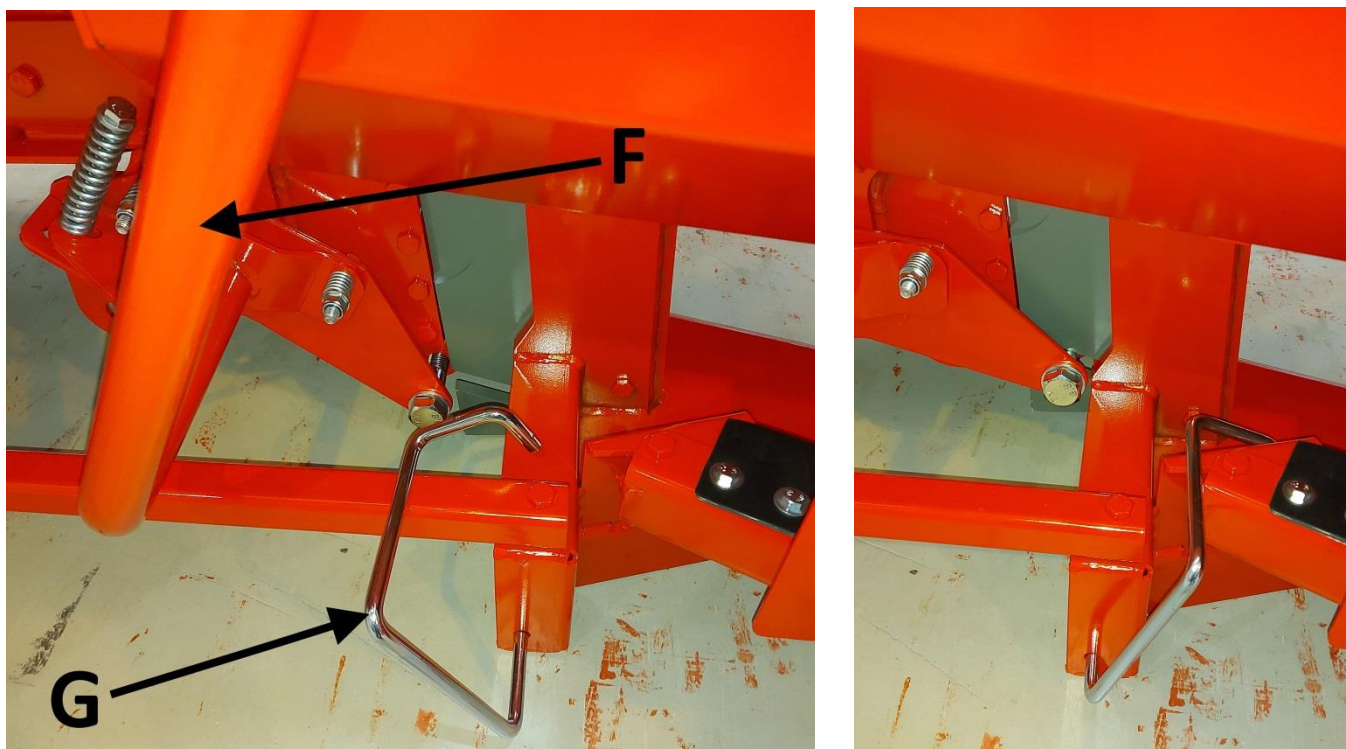

Bild 16. Klyvbettet löstagbart till vänster i bild, låst till höger.
Om du lyfter bettet till det övre läget och "rengör" bettato underlag från ved, kan du på en gång sänka bettet till dess nedersta läge (bild 16, höger). Under rengöring eller byte av klyvbett måste maskinskyddet öppnas eller så ska maskinen kopplas bort från ström för att förhindra klyvning och sågning.
2. Sänk ned klyvbettet till dess nedersta läge med spak F (Bild 11), som till vänster på bild 16.